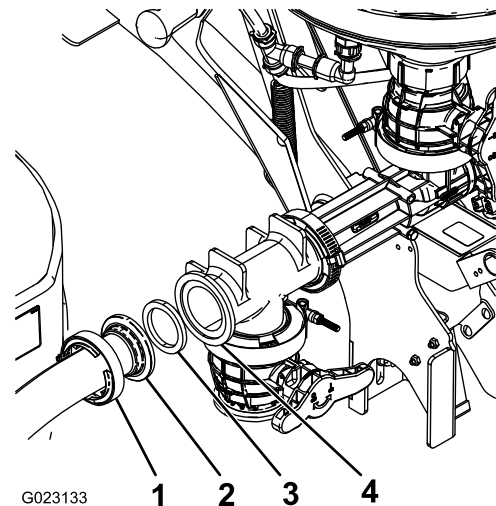

Figura 20
- Conecte el otro extremo de la manguera al orificio del eyector que está orientado hacia adelante, con una junta y una abrazadera sin fin (Figura 20).